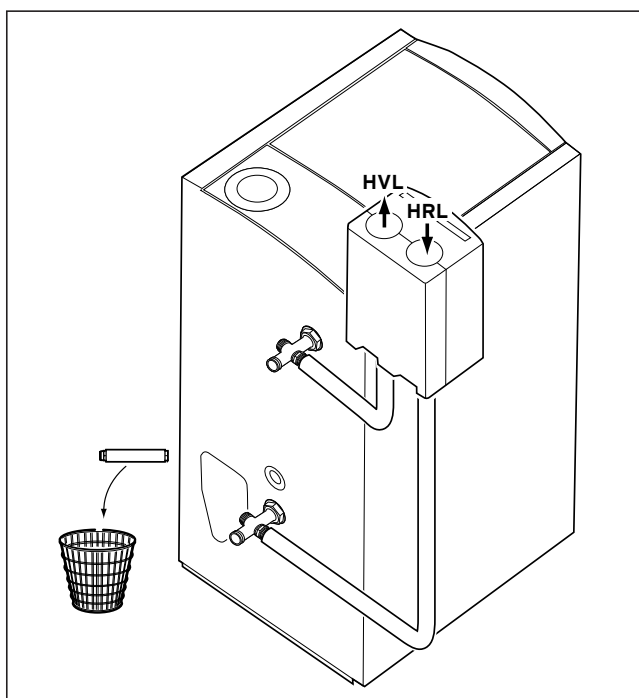

Fig. 2 : Montage d'un groupe de tuyaux sur le côté gauche de l'appareil (pos. 3 non obligatoire)
Dévisser le mamelon double des douilles (4) (sont montés à la main départ usine). Etanchéiser le mamelon double avec du chanvre dans les raccords de la chaudière pour départ chauffage (HVL) et retour chauffage (HRL (NT)) (voir fig. 2).